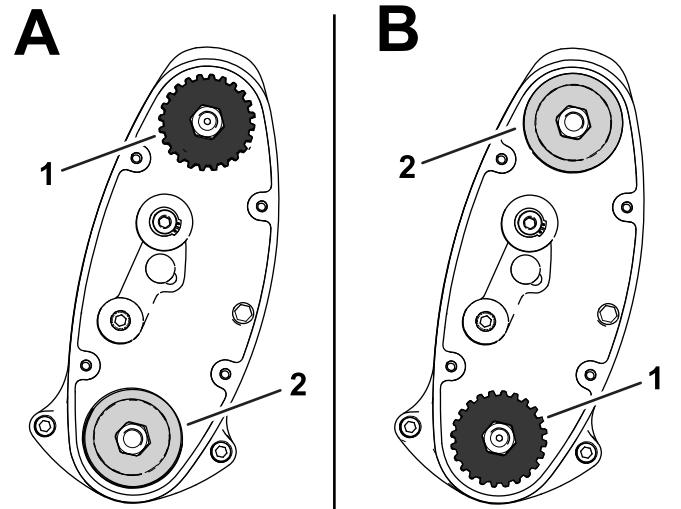

Bild 16
- **HOHE**-Stellung: "A" in Bild 16
- **UNTEN**-Stellung: "B" in Bild 16